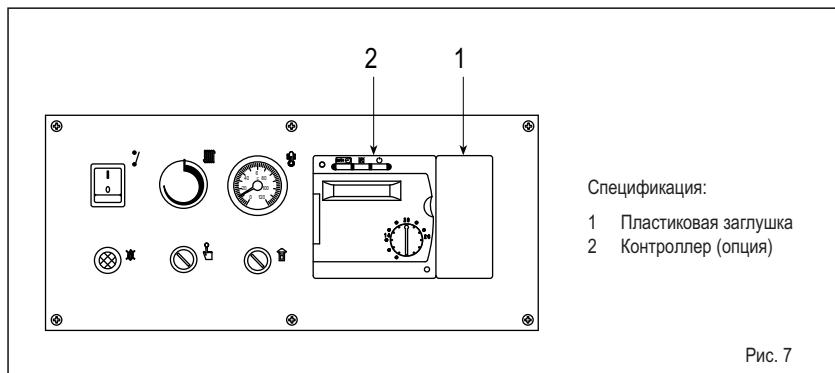

Рис. 7
Всеми функциями котла могут управлять контроллеры серии RVA (рис.7). Самый простой из них - RVA 43.222 (код 8096303), снабжен датчиком наружной температуры (SE) и датчиком температуры воды в кotle (SC). Кроме того, существует возможность подключения к контроллеру других датчиков и модулей, использующих низкое напряжение (до 24В), например датчик температуры воды в бойлере (SS), поставляемый по дополнительному заказу (код 6277110). При этом измерительный элемент датчика должен быть погружен в специальную гильзу бойлера. Датчик температуры воды в кotle (SC) также должен находиться в погружной гильзе котла. Для установки датчика температуры наружного воздуха (SE)